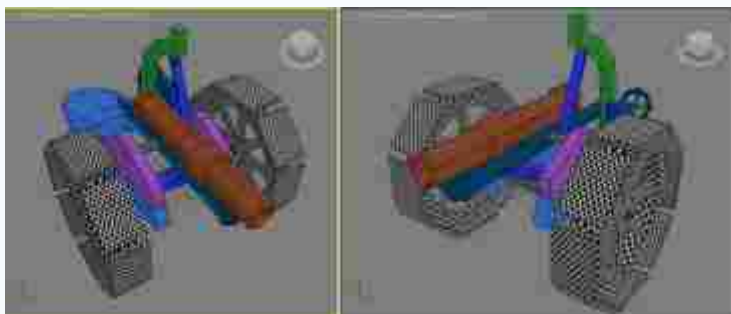

图2-60 车轮镜像复制效果
(8) 在完成车轮整体的UV的编辑后, 根据模型定位, 以Z轴为中心, 对车轮进行镜像复制, 得到整体的车轮UV效果, 如图2-60所示。